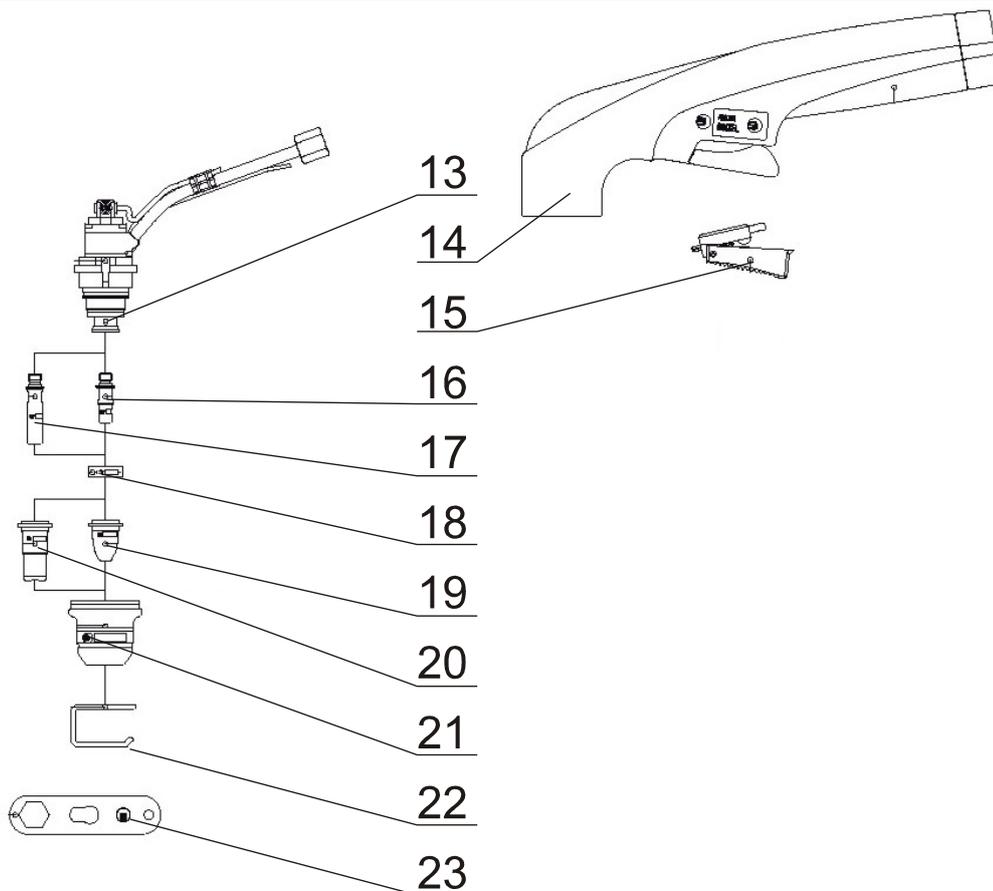

Fig. 4b. Brûleur BINZEL ABICUT 45 – consommables
de l'amplitude du courant de coupe. Nous recommandons d'effectuer d'abord les essais. Pour atteindre une qualité parfaite de la coupe, il est ensuite nécessaire que la distance entre la buse de coupe et la matière soit environ 2 mm, ce qui est assuré par le ressort de guidage (fig. 4b, pos. 22) situé au bout du brûleur plasma. Si la distance est supérieure, la puissance de coupe diminue et l'arc principal s'éteint, si le recul est par contre trop petit, il y a une plus grande usure du brûleur.